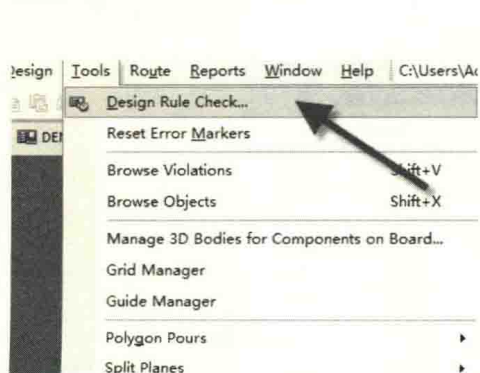
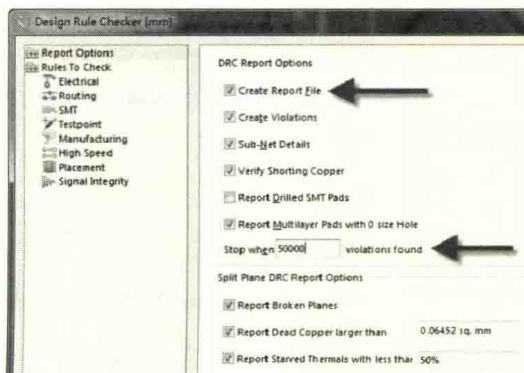

图 10-1 打开 DRC 设置命令
图 10-2 DRC 设置对话框
(1) 执行菜单命令 “Tools-Design Rule Check...” (快捷键 “TD”)，如图 10-1 所示，打开如图 10-2 所示的 DRC 设置对话框。